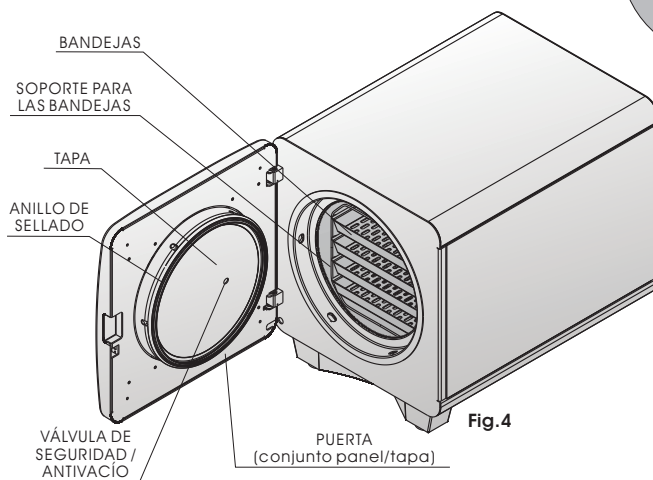

Fig. 4
- 7► **ANILLO DE SELLADO** - En caso de que la presión exceda 3 kgf/cm (294 kPa), el anillo de sellado escapará del borde de la tapa ocasionando un ruido alto (fig. 4, pág. 6).
- 8► **VALVULA DE SEGURIDAD/ANTIVACÍO** - Dispositivo responsable por moderar el vacío de la cámara (recipiente de presión) cuando hubiera, también modera la presión de la cámara (recipiente de presión), en caso de que exceda los valores de límite establecidos (fig. 4, pág. 6).